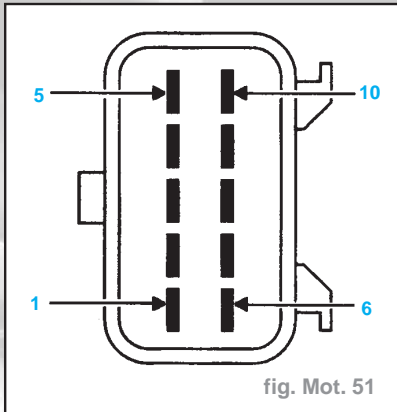

fig. Mot. 51
- Déposer du connecteur de pompe 10 voies les deux cosses concernant le correcteur altimétrique (fig. Mot. 51).
- Déposer les cosses correspondantes du connecteur (voir paragraphe "Électrovanne d'avance") (fig. Mot. 51)